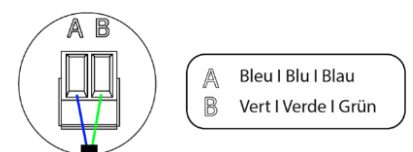

Fig. 47
④. Fissare i cavi con le viti del morsetto rispettando il codice dei colori (Fig. 47).